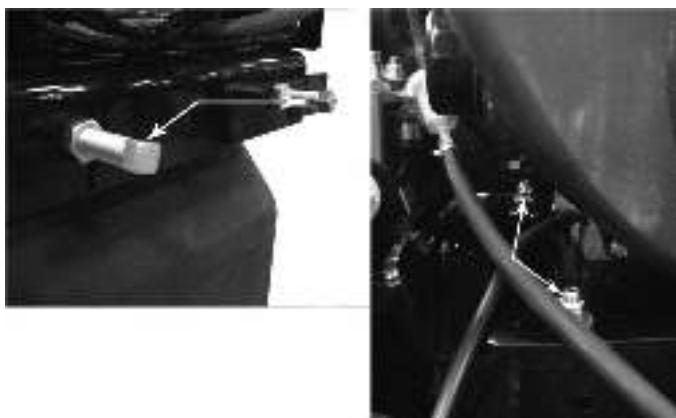

Рис. 5.6. Регулировочные болты плиты двигателя
- Проверьте натяжение ремня и при необходимости отрегулируйте его. Прогиб ремня в его центре должен составлять $7/16$ дюйма ($10\div11$ мм) при нажиме на него с усилием в 20 фунтов (20 кгс) (см. рис. 5.6).